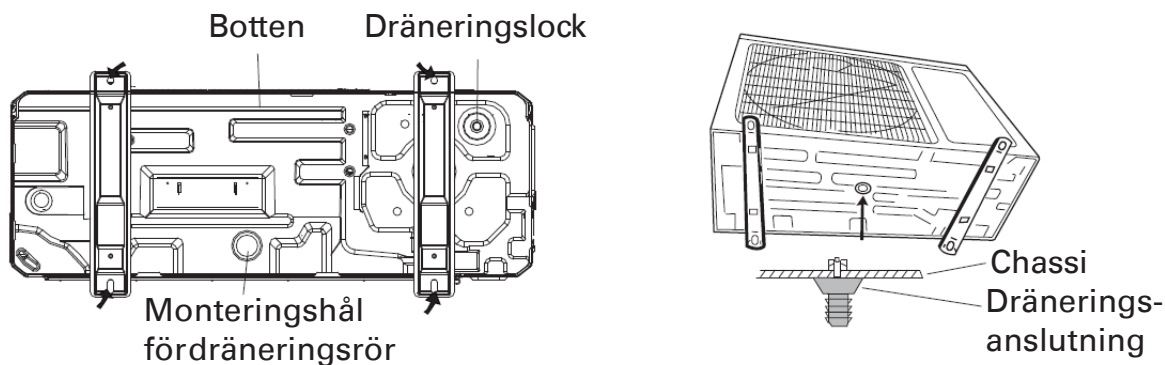

Fig.11
4.2.2 Kondensdränering av utomhusdelen (endast för värmepumpsenhet) (Fig.11)